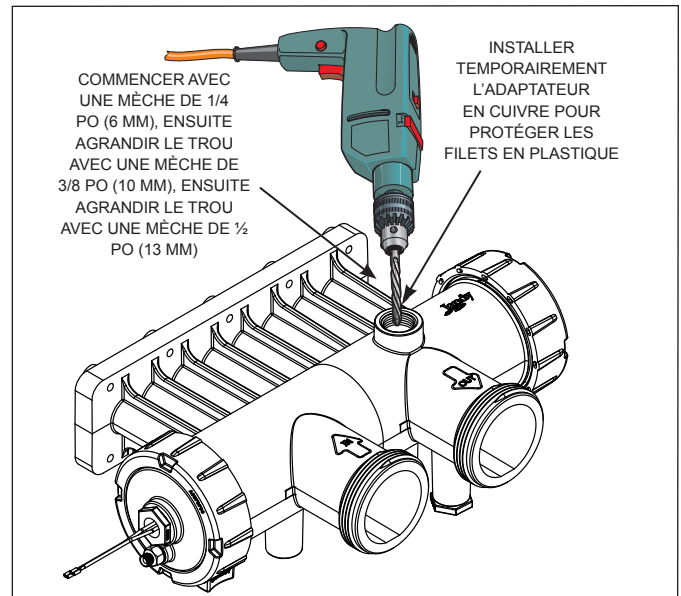

Figure 13. Percer un trou pour la soupape de limitation de pression
2. En utilisant comme guide la fraisure au centre du trou borgne, percer un trou de 6 mm (1/4 po.) à travers le plastique. Voir Figure 13.